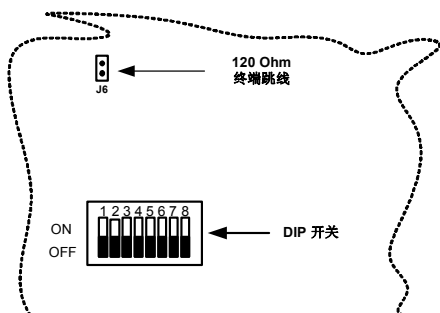

图 2-4. 选择高速数据线通讯的 DIP 开关设置图
2. 如果 LED 指示灯故障仍然存在，关掉电源，并打开 V2422A 检查 PCB 板上 DIP 开关的设置（见图 2-4）。请确认 DIP 开关上所有的位置都设置为“OFF”。